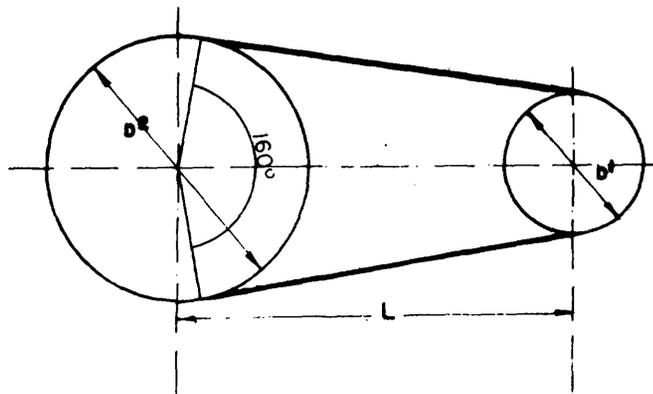

Fig. 6
- La distancia L entre los ejes debe ser igual o mayor a 2 veces el diámetro de la polea mayor, con el fin de que el arco menor de contacto tenga un ángulo de 130° (fig. 6).